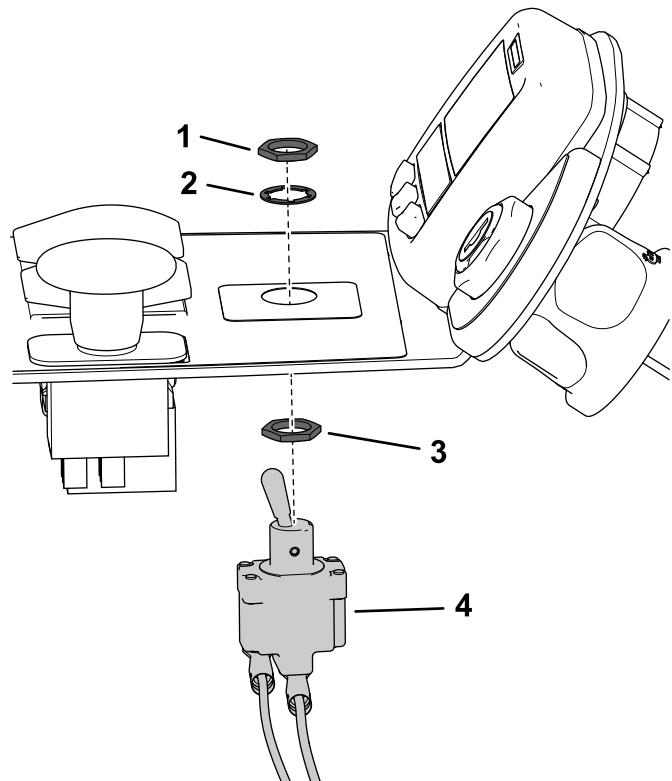

図 21
8. コンソールの下から、13 mm の穴にスイッチを取り付ける六角ロックナットとワッシャの正しい向きについては図 21を参照。